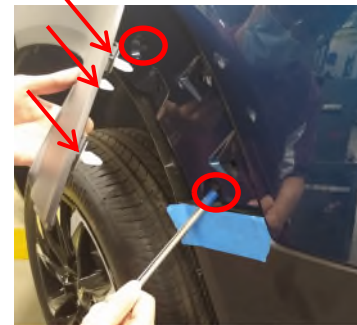

Figura 2
- 1. Quitar las luces traseras:** Abrir el maletero. Quitar la cubierta plástica cerca de la luz trasera, con un destornillador de estrella T15, quitar (2) tornillos que sujetan la cubierta del receptáculo de la luz trasera, en ambos lados. Quitar las luces traseras halando suavemente hacia atrás. Desconectar el cableado y colocar la luz trasera a un lado, ambos lados.
- b.)** Quitar (1) tornillo ubicado en el borde inferior exterior de la fascia del parachoques trasero cerca del receptáculo de la rueda. Ambos lados.
- c.)** Se deben quitar los tornillos ubicados en el interior del receptáculo de la rueda trasera. Con un destornillador en estrella T15, quitar (3) tornillos. Ambos lados.
- d.)** Se debe quitar un tornillo ubicado debajo de la luz trasera. Con un destornillador estrella T20, quitar (1) tornillo. Ambos lados.
- e.)** Con una herramienta de recorte de plástico, comenzando en los extremos exteriores cerca del receptáculo de la rueda, quitar la fascia parcialmente halando suavemente hacia atrás mientras se liberan los clips que sujetan la porción inferior de la moldura del receptáculo de la rueda. No quitar la parte superior de la moldura del receptáculo de la rueda, de lo contrario no se podrá volver a instalar correctamente. **Ver la Figura 2.**
- f.)** Con un cubo hexagonal M7, halar hacia atrás la moldura del receptáculo de la rueda, quitar (2) tornillos de ambos lados. **Ver la Figura 2.**
**1. Quitar las luces traseras:** Abrir el maletero. Quitar la cubierta plástica cerca de la luz trasera, con un destornillador de estrella T15, quitar (2) tornillos que sujetan la cubierta del receptáculo de la luz trasera, en ambos lados. Quitar las luces traseras halando suavemente hacia atrás. Desconectar el cableado y colocar la luz trasera a un lado, ambos lados.
**2b.)** Quitar (1) tornillo ubicado en el borde inferior exterior de la fascia del parachoques trasero cerca del receptáculo de la rueda. Ambos lados.
**2c.)** Se deben quitar los tornillos ubicados en el interior del receptáculo de la rueda trasera. Con un destornillador en estrella T15, quitar (3) tornillos. Ambos lados.
**2d.)** Se debe quitar un tornillo ubicado debajo de la luz trasera. Con un destornillador estrella T20, quitar (1) tornillo. Ambos lados.
**2e.)** Con una herramienta de recorte de plástico, comenzando en los extremos exteriores cerca del receptáculo de la rueda, quitar la fascia parcialmente halando suavemente hacia atrás mientras se liberan los clips que sujetan la porción inferior de la moldura del receptáculo de la rueda. No quitar la parte superior de la moldura del receptáculo de la rueda, de lo contrario no se podrá volver a instalar correctamente. **Ver la Figura 2.**
2f.) Con un cubo hexagonal M7, halar hacia atrás la moldura del receptáculo de la rueda, quitar (2) tornillos de ambos lados. Ver la Figura 2.